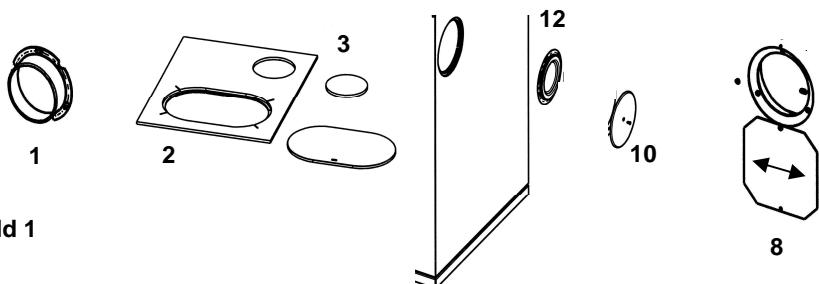

Bild 1
1.9.1 Oberanschluss (Bild 1)
- hinteren Abgasstutzen (1) durch Lockern der Schrauben entfernen
- Abgasanschluss hinten mit beiliegenden Blinddeckel (12) von außen verschließen und fest verschrauben
- Rückwandverkleidungsdeckel (8) nach Oben schwenken und verschließen
- Rauchgasdeckel (3) und große Herdplatte (2) heraus nehmen
- Abgasstutzen (1) von unten an die Öffnung des Rauchgasdeckels (3) der großen Herdplatte (2) fest verschrauben
- Herdplatte (2) wieder einsetzen
1.9.2 Seitenanschluss (Bild 1)
- Seitenverkleidungsdeckel (10) durch Lockern der Schraube entfernen
- Die Schrauben vom Blinddeckel (12) seitlich lockern und Deckel entfernen
- Abgasstutzen (1) an der Seitenwand fest verschrauben
- Abgasanschluss hinten mit entfernten Blinddeckel (12) von außen verschließen und fest verschrauben